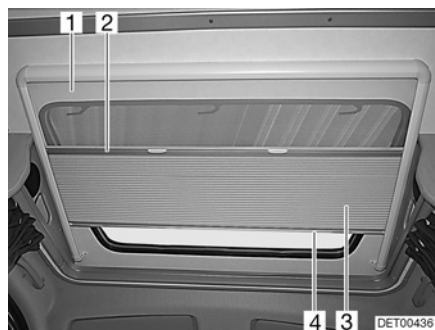

Fig. 32 Lucernario
La tendina oscurante pieghevole (Fig. 32,3) è fissata alla protezione contro gli insetti (Fig. 32,1).
- Afferrare la tendina oscurante pieghevole al centro dell'asta di chiusura (Fig. 32,4) e tirare delicatamente verso il basso.
- Ricodurre lentamente la tendina oscurante pieghevole sull'asta di chiusura (Fig. 32,4).
- Afferrare la protezione contro gli insetti al centro dell'asta di chiusura (Fig. 32,2) e tirarla delicatamente verso il basso.
- Ricodurre lentamente la protezione contro gli insetti sull'asta di chiusura della tendina oscurante pieghevole (Fig. 32,4).